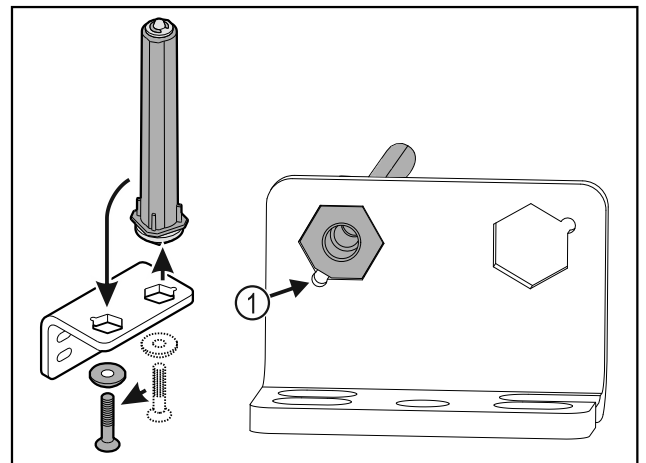

Fig. 38
- Observar que, al colocar, el bisel del perno Fig. 38 (1) apunte hacia el agujero redondo.